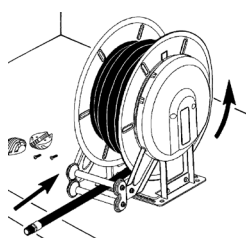

FIG 1
1. Remove the hose rubber stopper and release the hose slowly until the spring is completely unloaded. Fig.1.
1. Lossa slangstoppet och frigör fjäderspänning försiktigt genom att släppa in slangen genom slangstyrningen och försiktigt rotera trumman baklänges tills all kraft försvunnit från fjädern. Fig.1.
WARNING! Disassembly of the spring is only permitted to the staff who is suitable skilled and authorized by the manufacturer. The spring which allows to rewind the hose is placed inside a proper housing centre which is joint to the drum. Make sure that the rewinding system is totally unloaded and that the drum is free. See "Replacement of Hose". Fig. 1.
Varning! Isärtagning och byte av fjäderkassett får endast utföras av utbildad personal som godkänts av leverantören. Fjädern är placerad i en kassett som i sin tur är monterad inuti slangupprullarens trumma. Se till att fjädern är helt frigjord och att den inte har någon spänning kvar. Se "Byte av slang" Fig. 1.